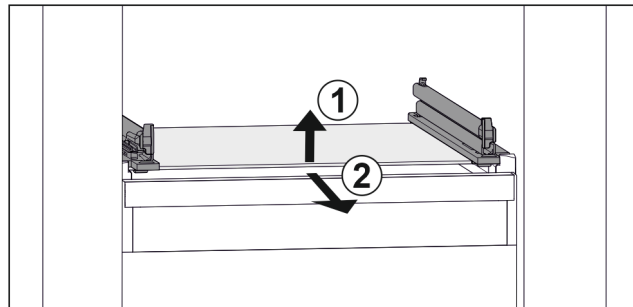

Fig. 46 Shembull ilustrues i pllakës së xhamit
- Ngrijeni lart pllakën e xhamit përpara. Fig. 46 (1)
- Hiqni pllakën e xhamit nga përpara. Fig. 46 (2)